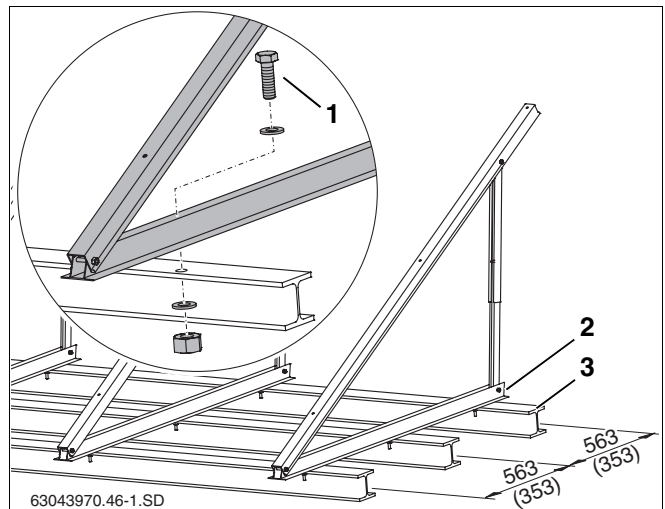

Fig. 26 Châssis sur profilé en I, dimensions en mm (valeur entre parenthèses = version horizontale)
Vous pouvez fixer le châssis avec des ancrages. L'exemple suivant concerne la fixation sur profilés en I (fig. 26, **pos. 3**).
- Reporter la distance entre les perforations du profil inférieur (fig. 26, **pos. 2**) au profil en I et effectuer les perforations correspondantes.
- Insérer les vis (voir tabl. 8 et fig. 26, **pos. 1**) dans les profils et profils en I et visser avec écrous et rondelles plates.